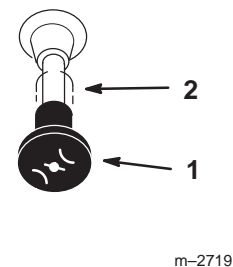

Figure 11
4. Placez la manette de starter en position En service pour démarrer à froid (Fig. 11).
7. Lorsque le moteur a démarré, amenez progressivement la manette de starter en position Hors service (Fig. 11). Si le moteur cale ou hésite, ramenez la manette de starter à la position En service pendant quelques secondes. Réglez ensuite la manette d'accélérateur à la position voulue. Répétez l'opération si nécessaire.